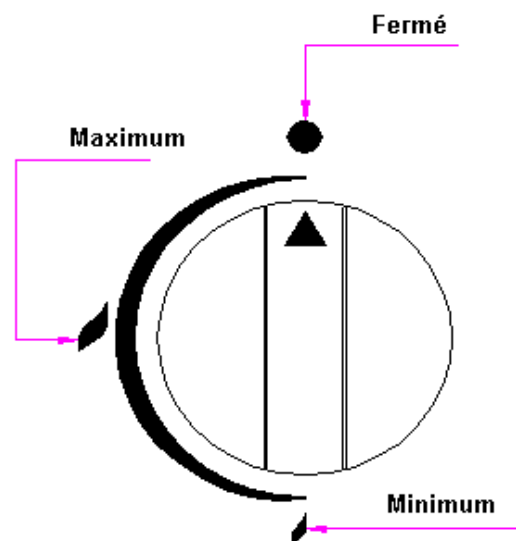

Fig. 3**ORDRE D'ALLUMAGE**
- c) Appuyez la commande du brûleur choisi et d'un quart de tour en sens inverse des aiguilles d'une montre arriver à la position de maximum (Fig. 3)
- e) Pour le brûleur au minimum tournez la commande en sens inverse des aiguilles d'une montre sans appuyer de la position maximum à la position minimum. (Fig.3)